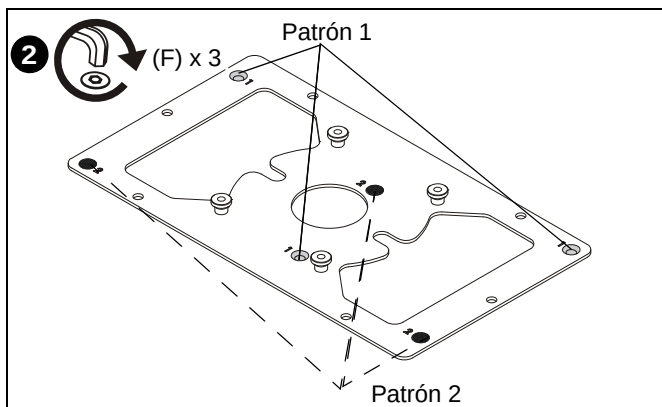

Figura 3
- Instale la placa pequeña del adaptador (B) al proyector con los tres tornillos de cabeza plana hexagonal (F) y los tres espaciadores (G) en los orificios de fijación marcados con "1" o "2". (Consulte la Figura 3) Continúe con la sección **Fijación al soporte del proyector.**